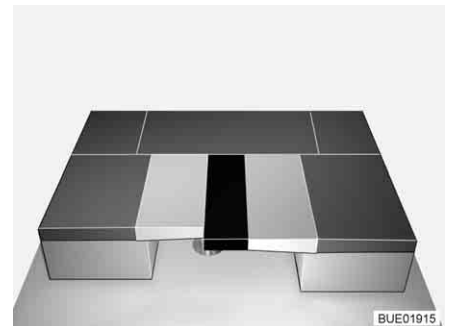

Bild 107 Efter ombyggnaden
- Tryck in den extra dynan mellan ryggdynorna (se Bild 107).